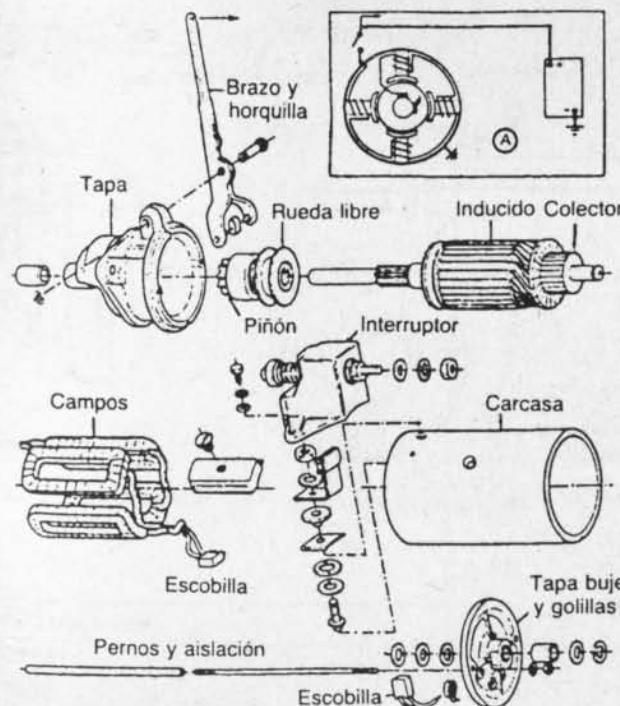

Fig. 4-5.— Motor de arranque Femsaco
7. Motor de arranque.— Pertenece al tipo de motores en serie, es decir, la corriente de 60 a 120 amperes que envía la batería cuando se juntan los contactos del interruptor pasa por los 4 enrollados de los polos, sigue después por la escobilla aislada, llega al colector, circula por las espiras del inducido y finalmente pasa a masa por la otra escobilla, como se muestra en (A) (Fig. 4-5). El flujo de corriente eléctrica crea campos magnéticos, tanto en el inductor como en el inducido, que ponen en marcha el arranque, cuyo piñón engrana con la corona del volante del motor, dándole la velocidad de rotación necesaria para que entre en funciones el motor del automóvil.